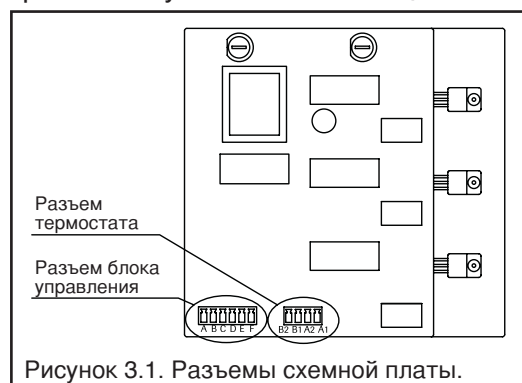

Рисунок 3.1. Разъемы схемной платы.
- Подключите соединения блока управления и термостата к разъемам схемной платы (Рисунок 3.1)